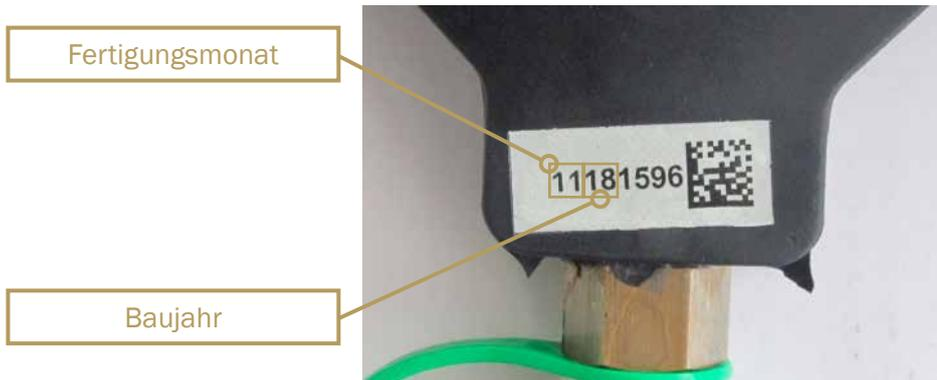

Abb. 6.12: Seriennummer am SAVA Hebekissen
Beispiel in der Abb. 6.12: das SAVA Hebekissen wurde im November (11) 2018 (18) gefertigt.